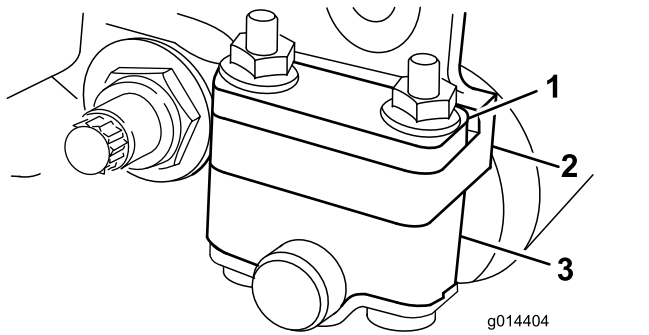
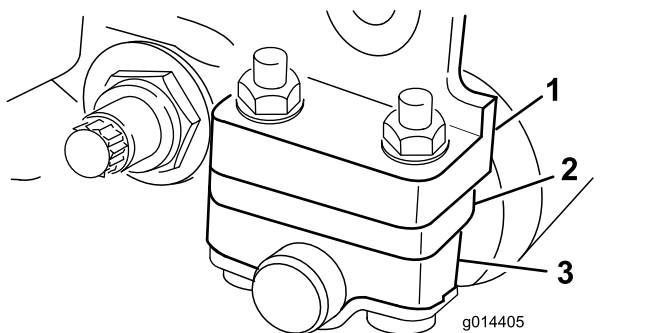

図 6
図 7
使用する刈高によって、後ローラブラケットの取り付け位置を低位置または高位置 図 6 または 図 7 から選択する必要があります。
- 刈高 $1.5\text{-}6 \text{ mm}$ の場合 図 6 のように、スペーサをサイドプレート取り付けフランジの上にセット出荷時の設定する。
- 刈高範囲が 3-25 mm の場合は、図 7 のように、スペーサを取り付けフランジの下にセットする。
4. 必要に応じてスペーサを、ローラブラケットの上または下にする図 6 または 図 7。